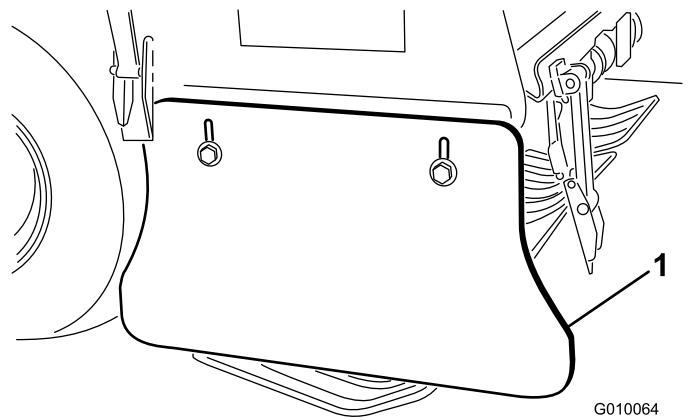

Рисунок 183
- Ослабьте колпачковые винты и фланцевые контргайки, с помощью которых боковой щиток крепится к раме вала аэратора (Рисунок 183).